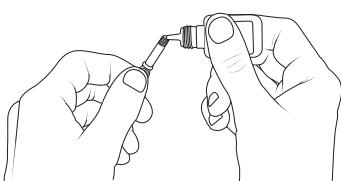

Fig. 3
4. Apply thread adhesive to the crossbar threads [Fig 3].
4. Aplique adhesivo para correas en las correas de la barra [fig. 3].